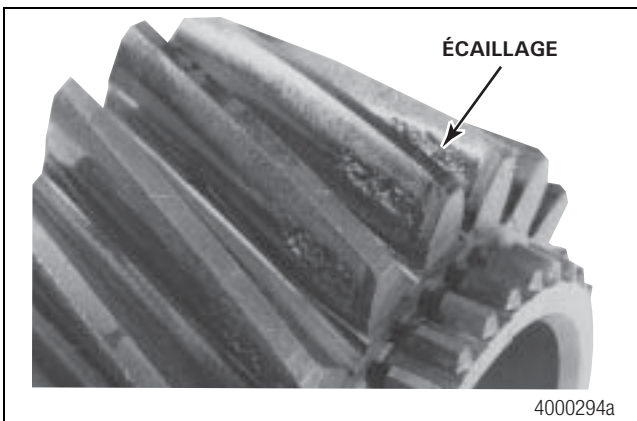

Figure 5.7
- Piqûres ou usure de contact importante sur les dents. Les pignons exempts de fissures qui présentent des piqûres ou une certaine usure de contact peuvent tout de même être réutilisés de façon satisfaisante, malgré qu'ils puissent produire un bruit de fonctionnement plus prononcé. Figure 5.7.